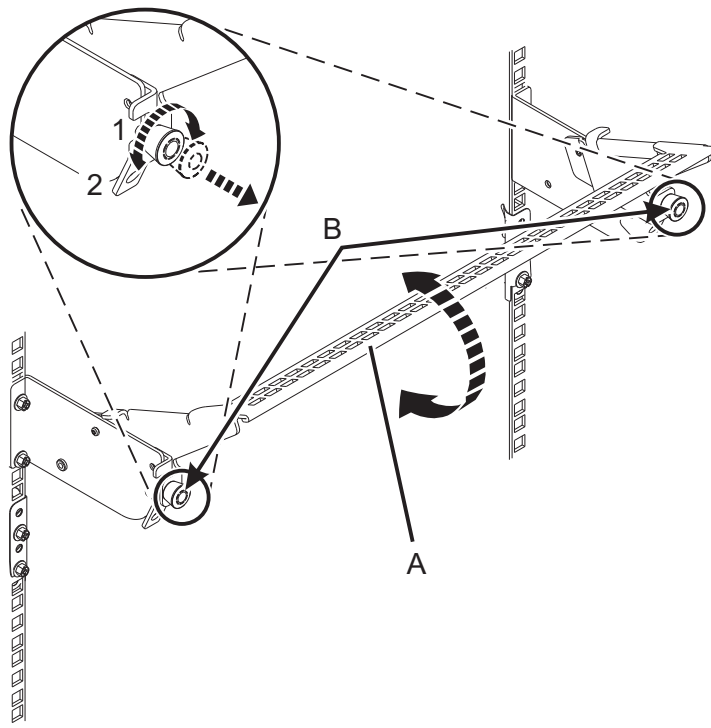

Figura 8. Colocación de la abrazadera portacables en posición operativa
3. Ponga la abrazadera portacables en posición operativa. Consulte Figura 8.